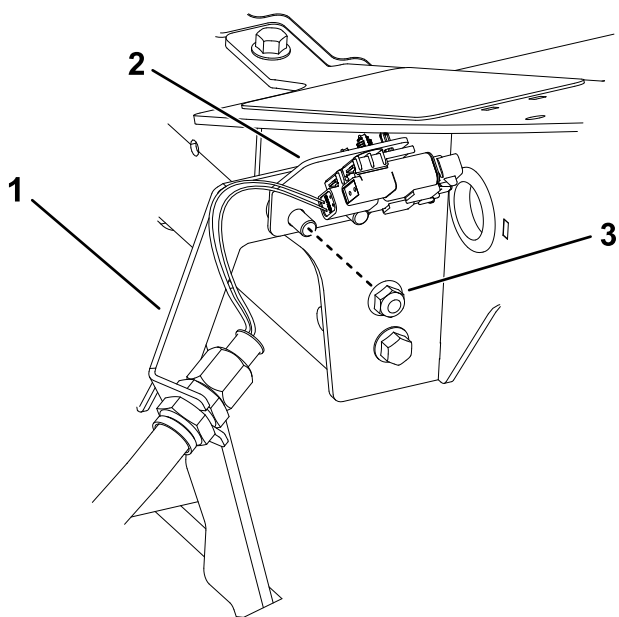

**Figura 30**
6. Repita el procedimiento en los 4 pasamuros restantes, según lo indicado en las figuras (Figura 27 a Figura 30).